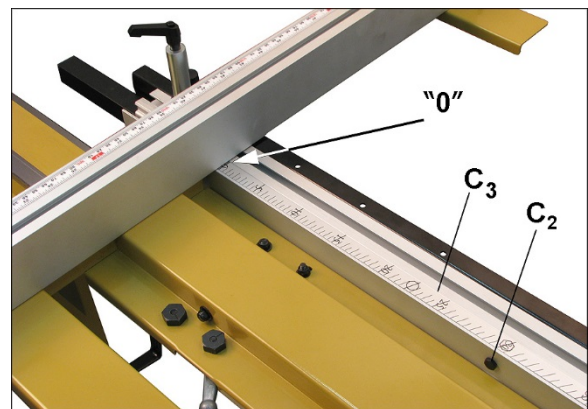

Рисунок 8-6
6. Ослабьте винт (C₂, рисунок 8-6) на направляющей установки угла и сдвиньте угловую шкалу (C₃) до совпадения нулевой отметки с вертикальной поверхностью упора.